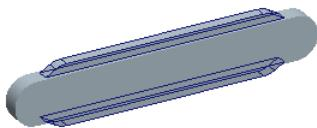
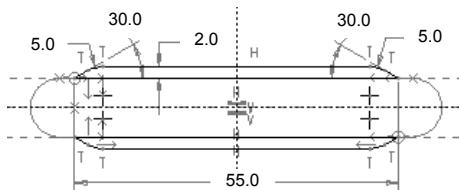

图 5.28.4 实体拉伸特征 2
图 5.28.5 截面草图
(3) 在操控板中选择深度类型 **±** (即两侧拉伸)，输入深度值 4.0。
(4) 在操控板中单击按钮 **预览**，预览所创建的特征；单击“完成”按钮 **✓**。
Step3. 创建图 5.28.4 所示的实体拉伸特征 2。
(1) 选择下拉菜单 **插入(I)** → **拉伸(E)...** 命令。
(2) 定义草绘截面。在绘图区右击，在弹出的快捷菜单中选择“**定义内部草绘...**”命令，系统弹出“草绘”对话框；选择 RIGHT 基准平面为草绘平面，选择 TOP 基准平面为参照平面，方向为**左**；绘制图 5.28.5 所示的截面草图；绘制完成后，单击“草绘完成”按钮。